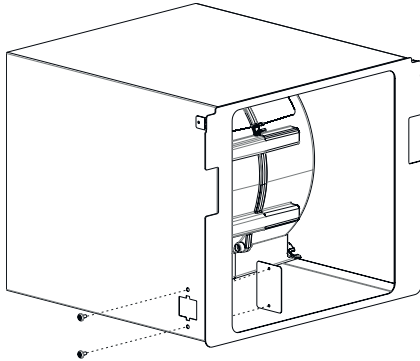

Fig. 13
- 4.** ▶ Ta bort täckplåten på motorkabinettet med 2 x 2x3,5x6,5 skruvarna (Fig. 13).